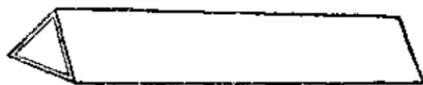

图 1
1. 在三块长方形玻璃上涂一层淡墨，做成一个三棱镜（图1），在三棱镜的外面用牛皮纸包上两层。